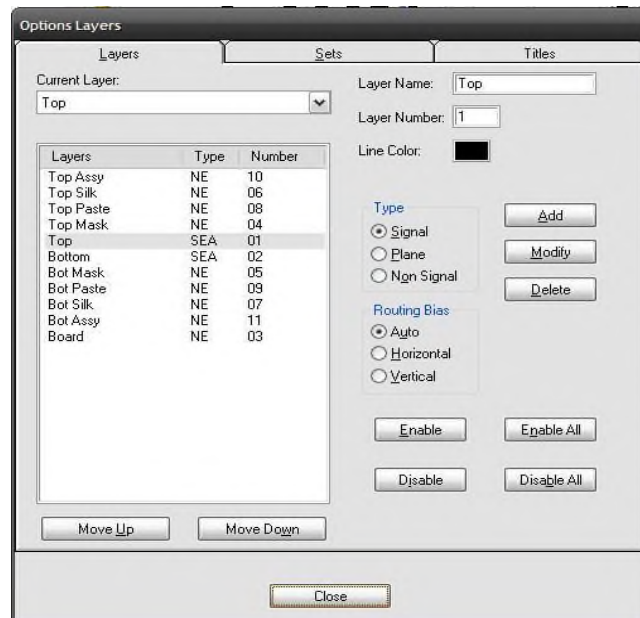

Рисунок 5.3 — Структура шарів друкованої плати
- **Options/Layers** – перегляньте і, за необхідності, налаштуйте структуру шарів (рис. 5.3).